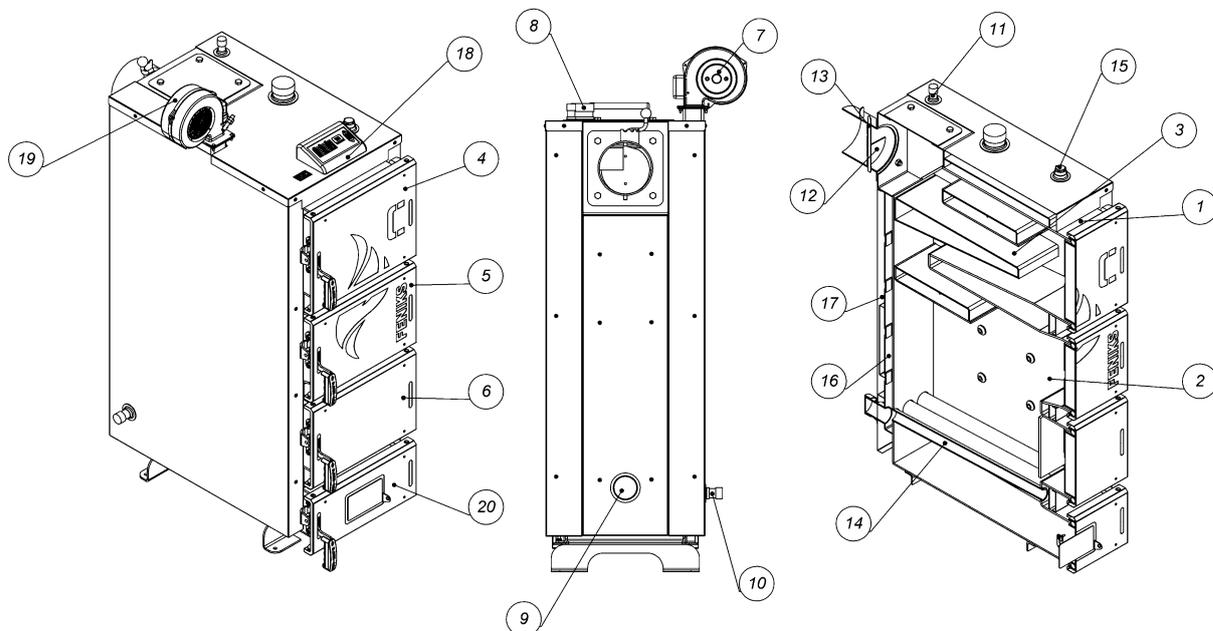

Рисунок 2 – Зовнішній вигляд та основні елементи котла
Конструктивно котел являє собою збірно-зварену конструкцію, що складається з корпусу (поз. 1, рис. 2) з камерою згоряння (топкою) (поз. 2, рис. 2). Конвекційна частина котла складається з багатоходового теплообмінника (поз. 3, рис. 2) комбінованого типу – чотирьох горизонтальних полиць. Теплообмінник розташований безпосередньо над топкою.
Корпус котла виконаний в формі паралелепіпеду з подвійними стінками, які розділені водними перегородками (поз. 16, рис. 2). На зовнішній поверхні корпусу під декоративною обшивкою закріплена теплова ізоляція. (поз. 17, рис. 2).
Паливо для процесу спалення завантажується на колосникові ґрати (поз. 14, рис. 2) крізь завантажувальні дверцята (поз. 5, рис. 2). Колосникові ґрати виконані з товстостінних безшовних труб по яких постійно циркулює вода з водяної оболонки котла. Згоряння палива в топці відбувається за участю повітря, яке постачається під колосникові ґрати припливним вентилятором (поз. 19, рис. 2). Кількість повітря, необхідного для процесу згоряння, регулюється автоматично блоком автоматики управління (поз. 18, рис. 2), або за допомогою терморегулятора.
Підведення і відведення теплоносія здійснюється відповідно через патрубки зворотної мережної води (поз. 9, рис. 2) і прямої мережної води (поз. 8, рис. 2).
Топочні гази виходять у димохід крізь боров (поз. 12, рис. 2), розташований у задній частині котла. Боров обладнано вбудованим дросельним клапаном продуктів згоряння – шибером (поз. 13, рис. 2). У випадку надто високої тяги у димоході шибер дає можливість її знизити шляхом часткового перекривання вихідного отвору борова.
Зола, яка утворюється в процесі згоряння палива, зсипається в нижню частину корпусу котла – зольник (поз. 15, рис. 2).
- з вентилятор та блоком автоматичного управління – припливним вентилятором (поз. 20, рис. 2) під колосникові ґрати по каналу подачі повітря. Кількість повітря, необхідного для процесу згоряння, регулюється автоматично контролером (поз. 18, рис. 2).
У верхній частині корпусу котла розташований штуцер для встановлення запобіжного клапана або групи безпеки котла (поз. 11, рис. 2).
Для можливості встановлення вентилятора зверху корпусу котла ,передбачений отвір, який заглушено кришкою (поз. 7, рис. 2).
Ревізійний дверцята (поз. 6, рис. 2), що розташовані на передній стінці котла, необхідні для періодичного чищення колосникових ґрат.
Для можливості періодичного обслуговування (чищення) теплообмінника передбачені дверцята у верхній частині котла (поз. 4, рис. 2).
Регулятор тяги необхідно приєднати до патрубку з внутрішньою різьбою, який знаходиться у верхній частині корпусу (рис. 2). Різьбове з'єднання при цьому потрібно ущільнити. Регулятор повернути таким чином, щоб наконечник для закріплення шестигранного важеля (з комплекту регулятора) був направлений вправо.